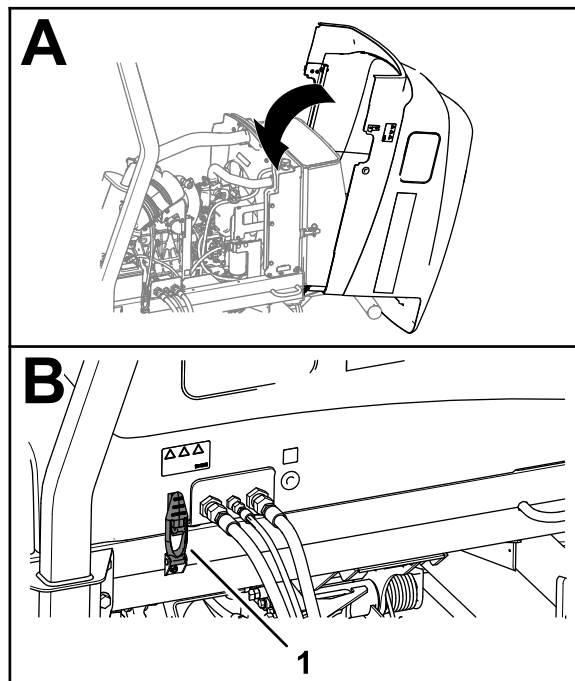

Figura 61
1. Gire cuidadosamente o capô para fechá-lo (Figura 61).